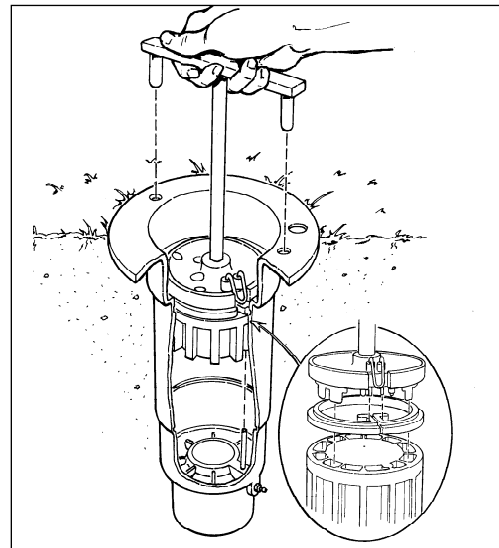

Figure 8
3. Um das Ventil und den Sprengring wieder einzusetzen und dabei den Verbindungsschlauch im Regnergehäuse nicht zu beschädigen, ist die Ventileinbaulehre (Teile-Nr. 995-76) zu verwenden. Bei Verwendung dieses Werkzeugs wird das Ventil automatisch am Verbindungsschlauch des Regnergehäuses ausgerichtet, und der Sprengring wird an der richtigen Stelle plaziert (**Abb. 8**).
HINWEIS: Es ist möglich, den Sprengring umgekehrt (Unterseite nach oben) einzusetzen. Das Detailbild in **Abb. 8** zeigt, wie der Sprengring korrekt auf die Ventileinbaulehre aufgesetzt wird.